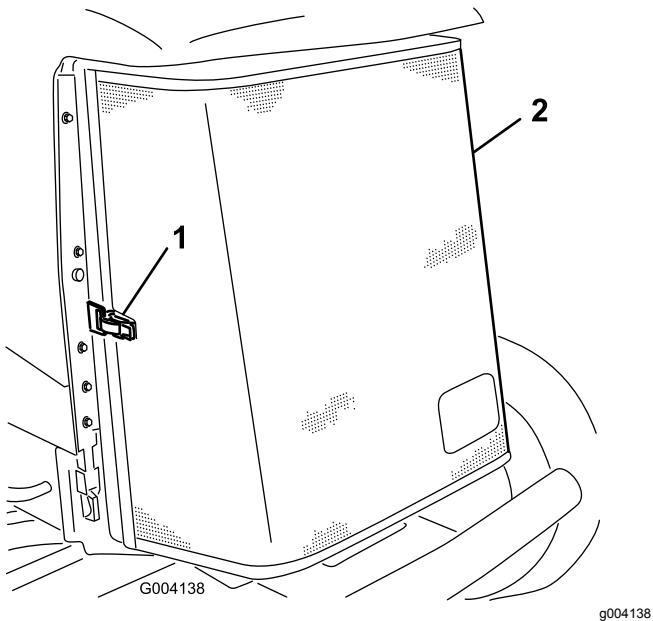

Рисунок 81
3. Откройте защелку и откиньте заднюю решетку (Рисунок 81).